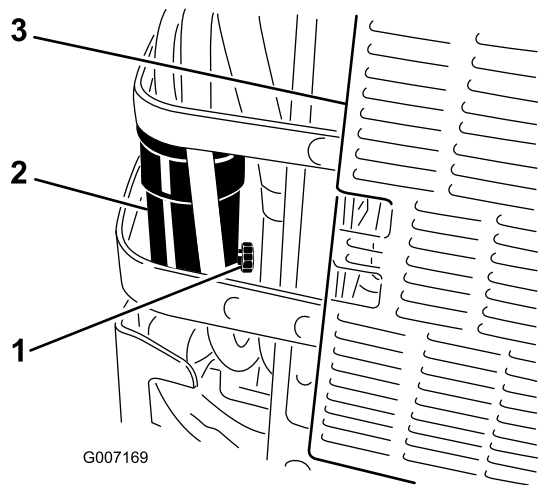

Figura 42
6. Abra la válvula de drenaje del separador de agua aproximadamente una vuelta para que se vacíen el agua y otros contaminantes (Figura 42).
7. Cierre la válvula de drenaje cuando salga solamente diesel combustible (Figura 42).